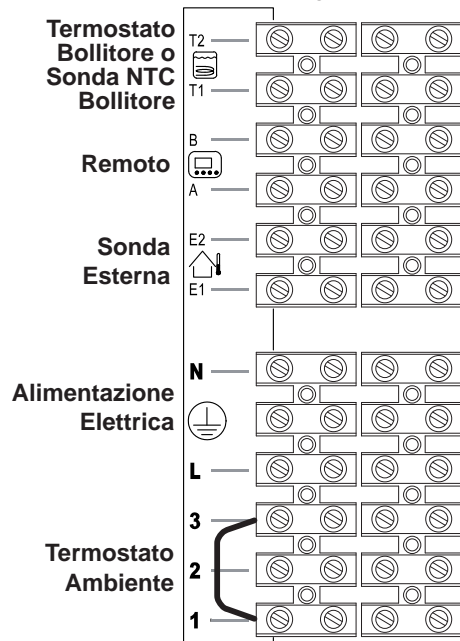

Figura 5.37
- Collegare ai morsetti **T1** e **T2** della morsettiere i due conduttori elettrici come indicato in Figura 5.37.
Per il collegamento della sonda esterna servirsi dei morsetti indicati in Figura 5.37.
Per il collegamento del remoto servirsi dei morsetti indicati in Figura 5.37.
**Il ponticello elettrico collegato nella morsettiera termostato ambiente tra i morsetti "1 e 3" non va rimosso** Figura 5.37.